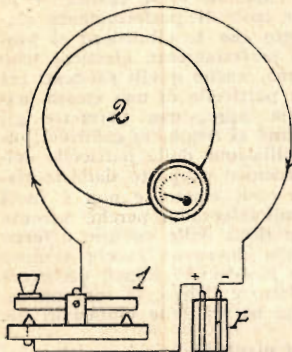

Fig. 1.
(1) Se si dispone di un circuito chiuso da una pila e interrotto da un tasto, ogni volta che si immette la corrente o si toglie la stessa nel circuito 1 (fig. 1), per effetti di induzione il circuito 2 sarà percorso da una corrente: in senso contrario nel caso di chiusura, nello stesso senso in caso di apertura. Le correnti generate nel circuito 2 si chiamano correnti indotte.